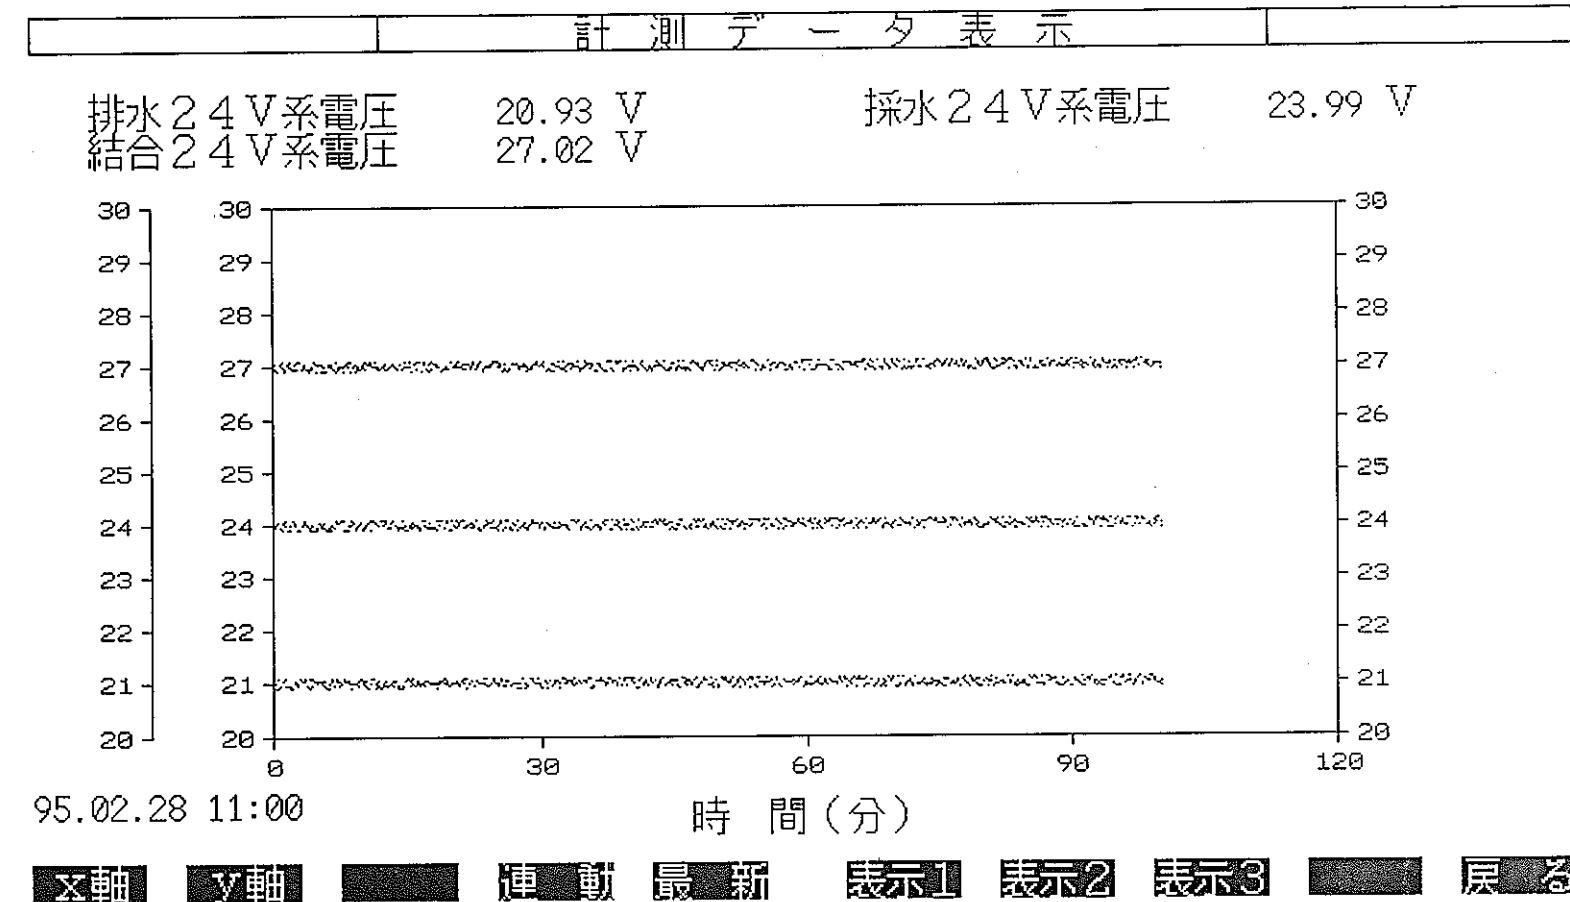

図4-1(5) 計測データ表示(5)
②加工データのグラフ表示として、グラフ表示画面は独立して5画面有り、これを自由に切り替えることができる。加工データのグラフ表示の例を示し、それらを図4-1(1~5)に示す。その時の組合せは以下のとおり。